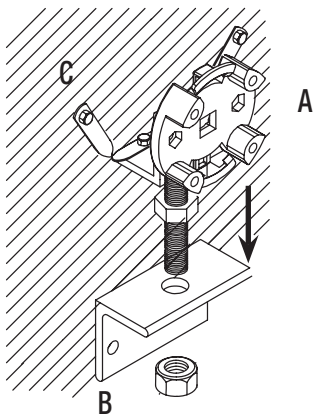

Fig. 14
2. Fixer le support du moteur réglable (Fig. 14 réf. **A**) au trou de l'équerre (Réf. **B**), d'après la figure 14